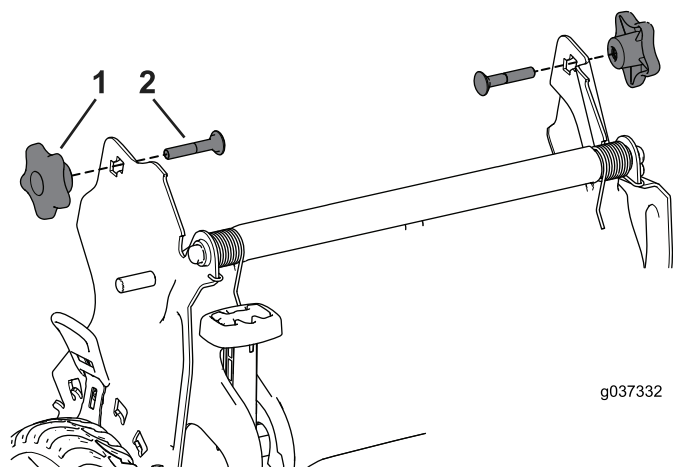

Figure 30
3. Insérez le boulon de carrosserie (la tête du boulon vers l'intérieur) dans le support du guidon et dans le trou supérieur à l'extrémité du guidon. Vérifiez que les bords carrés de chaque boulon de carrosserie s'engagent dans le trou carré supérieur ou inférieur du support de guidon correspondant (Figure 30).